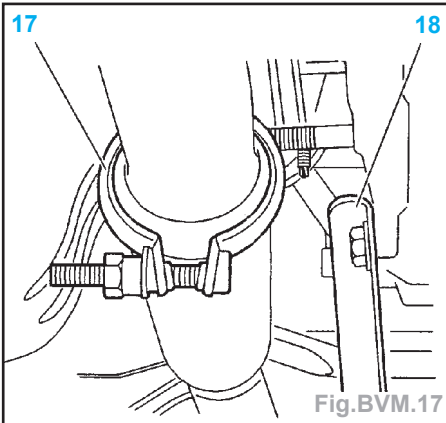

Fig.BVM.17
- Déposer le collier (17) et la biellette anti-couple (18) (Fig.BVM.17).